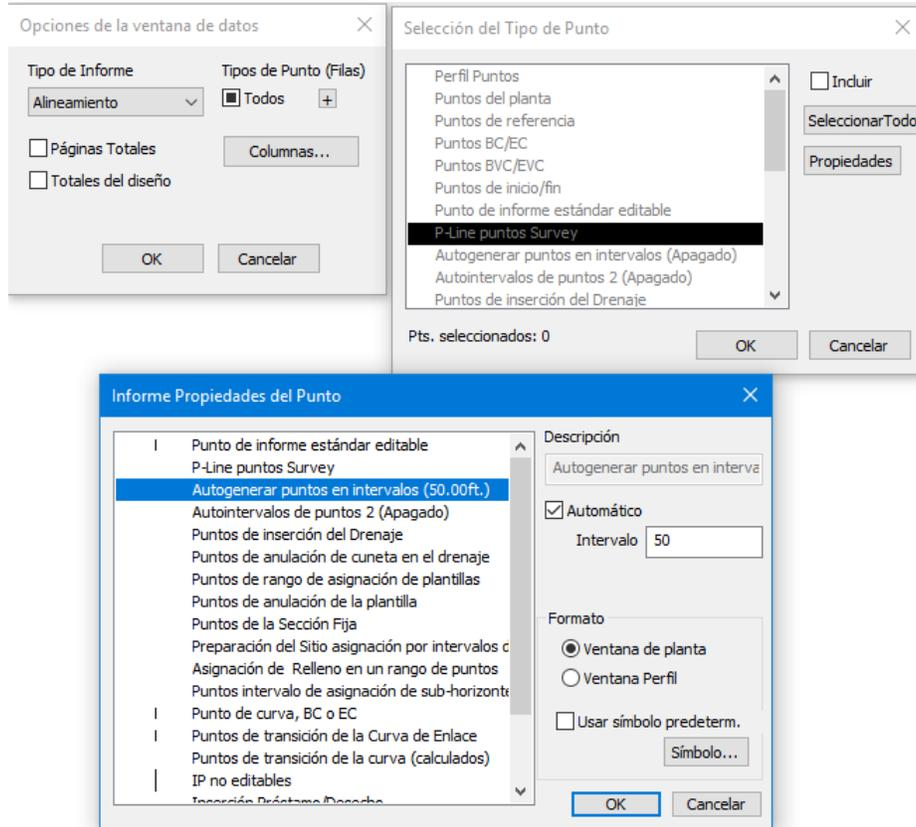

Figura 23-10: Configuración de la Ventana de Datos para Mostrar Información cada 50 pies
- Presione el botón de *Propiedades* para mostrar el cuadro *Propiedades de Puntos* (Figura 23-10).